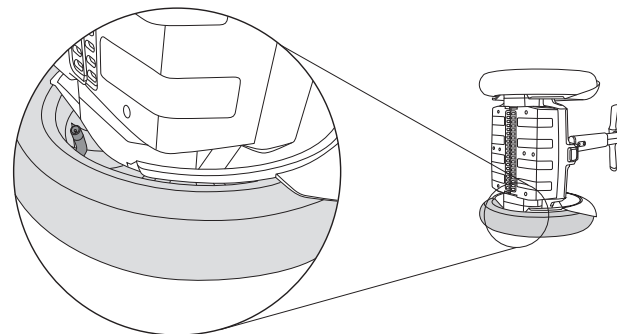

Figura 67: posizione dello stelo della valvola in i2 SE
3. Ruotare la piattaforma finché lo stelo della valvola sulla parte interna della ruota non risulti visibile (vedere la **Figura 67**).